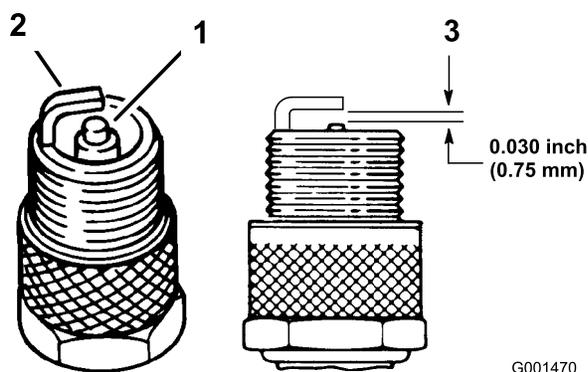

Рисунок 25
1. Осмотрите середину каждой свечи зажигания (Рисунок 25). Если вы видите на изоляторе светло-коричневый или серый налет, то двигатель работает должным образом. Черный налет на изоляторе обычно означает, что загрязнен воздухоочиститель.
2. Проверьте зазор между центральным и боковым электродами (Рисунок 25). Если зазор неправильный, отогните боковой электрод (Рисунок 25).
3. Присоедините провода к свечам зажигания (Рисунок 25).